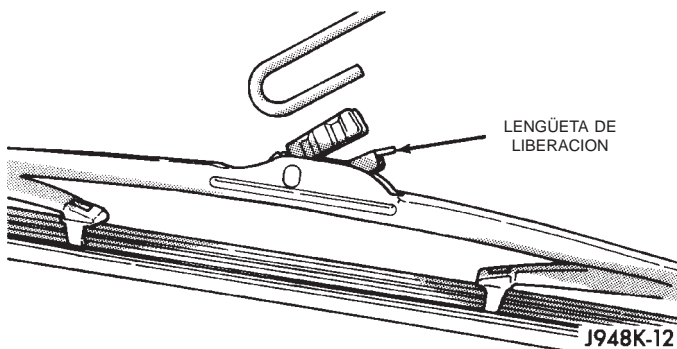

Fig. 5 Desmontaje e instalación de la escobilla del limpiador-característica
(1) Eleve el brazo del limpiador y la escobilla, separándolos del cristal del parabrisas hasta que la bisagra del brazo del limpiador se encuentre en su posición central.
(2) Apriete la lengüeta de liberación del pestillo situada en la parte inferior del bloque del pivote de plástico de la escobilla del limpiador próximo al centro de la escobilla y en el extremo del brazo del limpiador (Fig. 5).
(1) Desacople el soporte del brazo del limpiador trasero de la rampa de goma de reposo del brazo del limpiador, situada a la derecha de la compuerta levadiza y debajo del cristal basculante.
(2) Eleve el brazo y la escobilla del limpiador separándolo de la compuerta levadiza hasta que la bisagra del brazo del limpiador se encuentre en su posición central.
(3) Apriete la lengüeta de liberación del seguro emplazada en la parte inferior del bloque del pivote de plástico de la escobilla del limpiador, próximo al centro de la escobilla y en el extremo del brazo del limpiador (Fig. 5).
(4) Deslice la escobilla del limpiador en dirección hacia abajo del brazo del limpiador y hacia el eje transmisor del motor de limpiador trasero debajo del centro del cristal basculante de la compuerta levadiza.
(5) Aleje el extremo inferior de la escobilla del limpiador de la parte de abajo del brazo del limpiador, lo suficientemente lejos como para que el bloque de plástico de pivote de la escobilla del limpiador deje a la vista el gancho en el extremo del brazo.
(6) Desacople la escobilla de limpiador del brazo de limpiador.